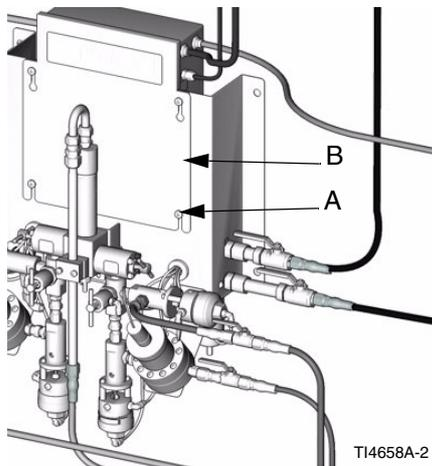

FIG. 1
4. Afloje los 4 tornillos (A), después retire la tapa del panel de fluido Smart (B). FIG. 1.